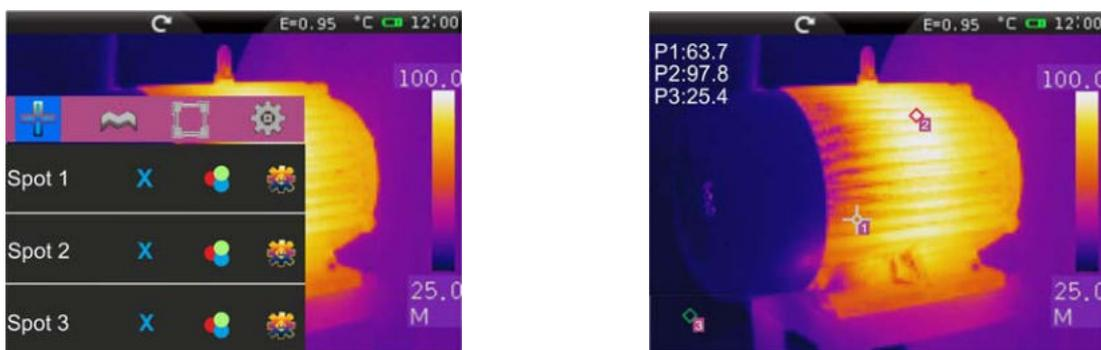

Abb. 21: Einstellung der Messcursors
3. In Manuellem Modus nimmt der Cursor die Form  mit Identifikationsnummer "1", "2" oder "3" und das Label "P1", "P2" oder "P3" erscheint an der oberen linken Ecke des Displays zusammen mit dem assoziierten Temperaturwert. Der Cursor wird rot wenn er ausgewählt ist und kann auf dem Bild bewegt werden. Er ist weiß, wenn er fest auf dem Bild steht (siehe Abb. 21).